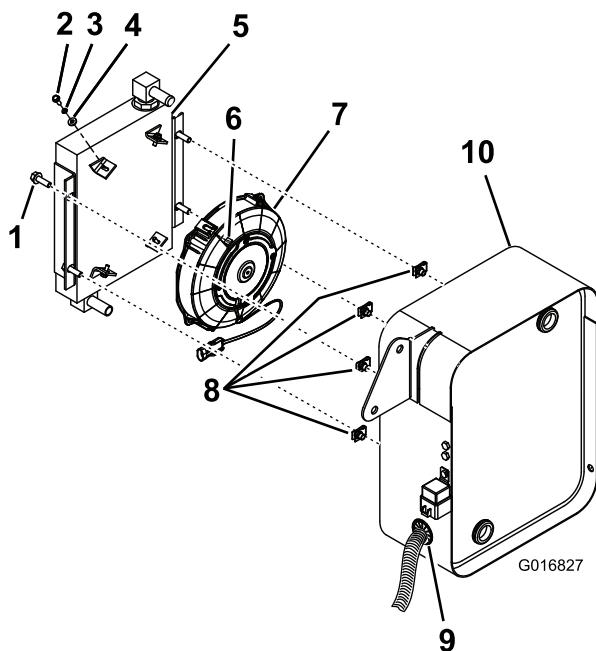

Figura 5
1. Si el ventilador y el enfriador de aceite no están ensamblados, instale el ventilador en el enfriador de aceite con 4 pernos, 4 arandelas de freno, 4 arandelas planas y 4 tuercas cuadradas, según se muestra en Figura 5.
2. Coloque 4 tuercas Tinnerman en el soporte del enfriador de aceite, según se muestra en Figura 5.
4. Coloque una abrazadera sobre el extremo de cada una de las dos mangas que sobresalen de la parte trasera del soporte del enfriador de aceite, e introduzca los 2 acoplamientos dentados (90 grados) en las 2 mangas (Figura 5).
6. Sujete el conjunto de ventilador y enfriador de aceite al soporte del enfriador de aceite con 4 pernos (5/16 x 1 pulgada) a través de las pestañas laterales del enfriador de aceite, y 4 tuercas Tinnerman en el soporte del enfriador de aceite (Figura 5).